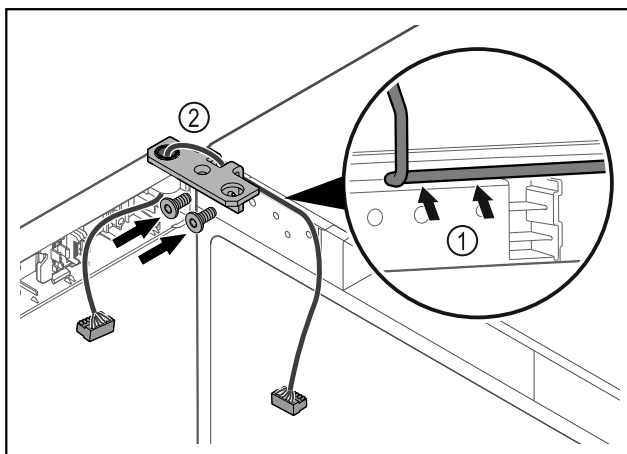

Fig. 63
- ▶ Vezesse át a kábelt a csuklópánton lévő nyíláson, majd óvatosan fektesse le Fig. 63 (1).
- ▶ Csavarozza fel a csuklópántot Fig. 63 (2).